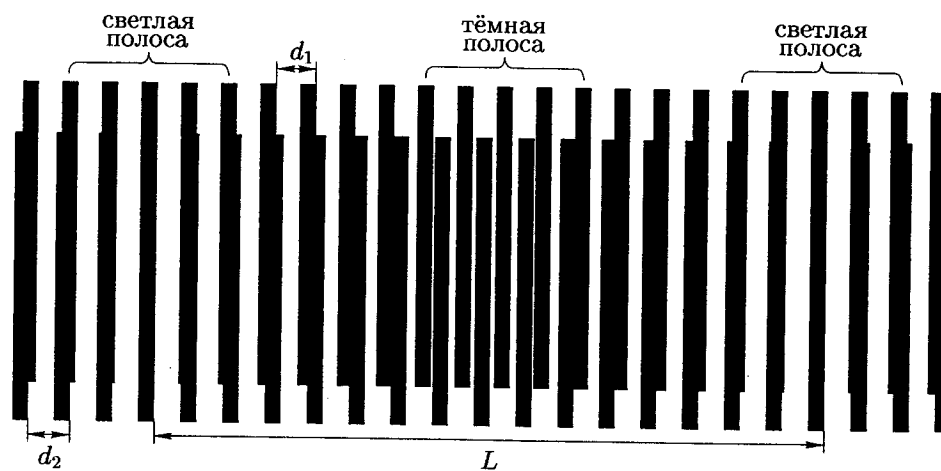

Рис. 10
2. При параллельном наложении двух решёток с разными периодами образуются тёмные и светлые полосы. Там, где линии решёток совпадают, образуются светлые полосы, а там, где из-за различия в периодах линии решёток перестают совпадать, — тёмные (рис. 10). Совпадение полос происходит через интервал  $L$ , на котором у решётки, например  $A$ , укладывается на один период больше, чем у решётки  $B$ .